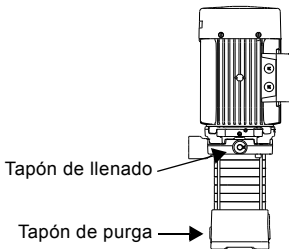

Fig. 4 Tapones de llenado y purga
3. Quitar el tapón de llenado. Ver fig. 4.
Retirar los tapones de llenado y purga. Ver fig. 4.